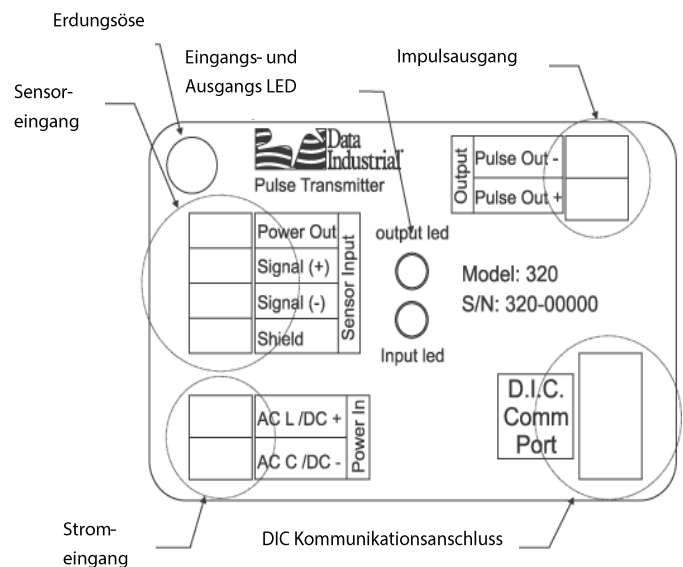

Abbildung 1
1. Sehen Sie im Bild 1 für die Anschlüsse nach.